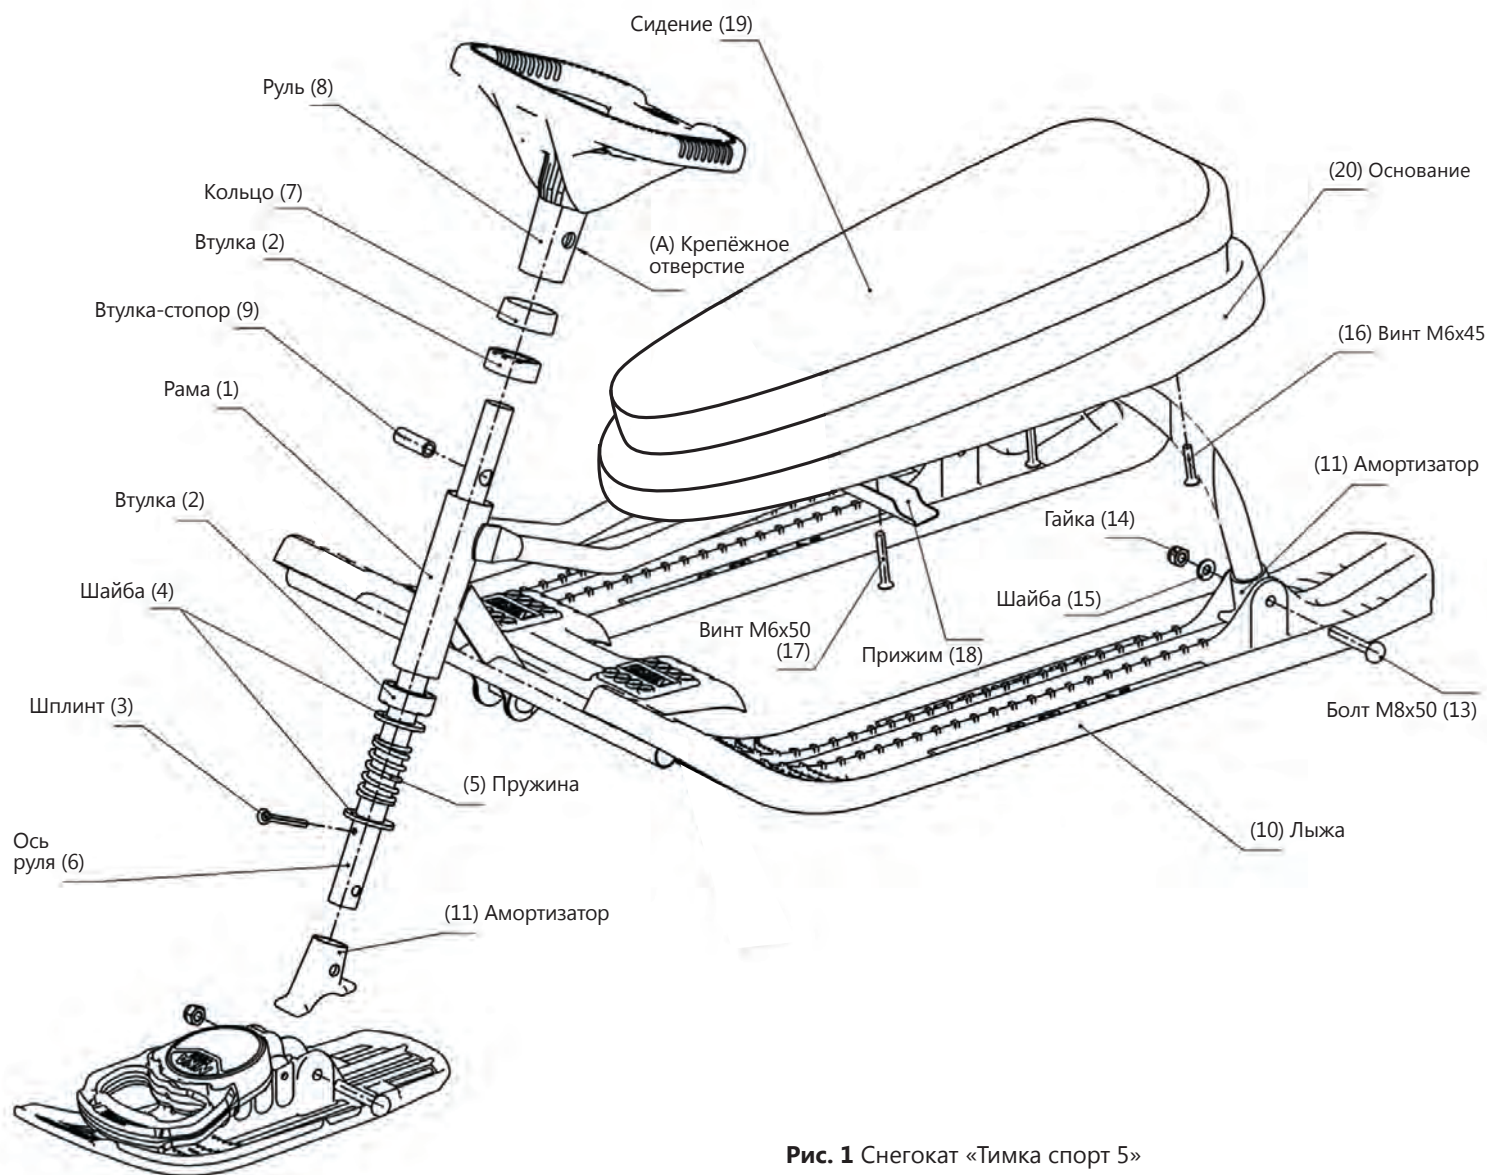

Рис. 1 Снегокат «Тимка спорт 5»
Для приведения снегоката в рабочее состояние необходимо провести сборочные операции в соответствии с прилагаемой схемой (Рис. 1). Для сборки применяются гаечные ключи на 10, 13, и отвёртка.
1. Установите с обеих сторон колонки руля втулки оси руля (2) (рис. 1)
2. Установите шплинт (3) в отверстие на оси руля над лыжей.